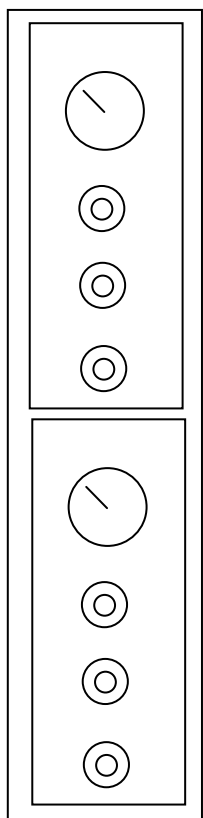
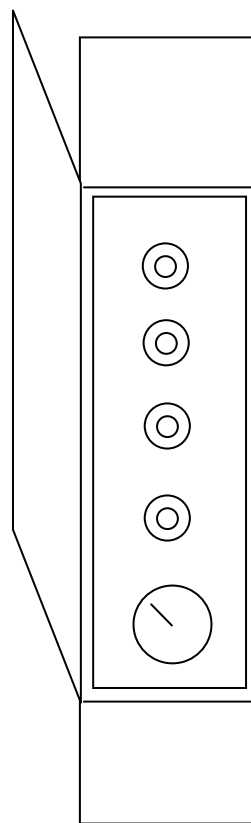

图 1-7 载气氢气及空气调节面板 (正视)
图 1-8 毛细管气路调节面板 (俯视)
载气、空气和氢气调节旋钮及面板在主机左前方，参见图 1-7。主机左上方为毛细管气路调节旋钮及面板（使用时须翻开面板上的盖板），参见图 1-8。
- 2) 图 1-7 中的载气压力表指示的都是柱前压力。主机左侧后部的氢气压力表指示的是氢气稳压阀输出压力；空气压力表指示的是空气稳压阀输出压力。